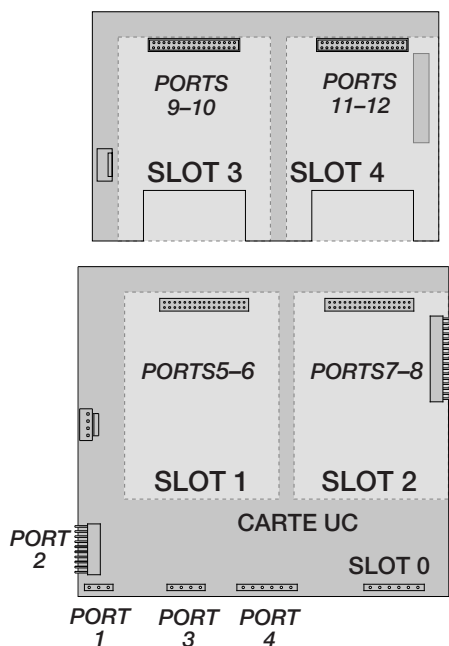

Figure 3-15. Affectation des ports série, Carte d'extension à 2 cartes
*Exemple :* Dans un système avec une carte d'extension à 2 cartes, les affectations de ports sont réservées comme indiqué dans la Figure 3-15. Si la seule carte série installée dans ce système se trouve dans le LOGEMENT 4 de la carte d'extension, le système est constitué des ports série 1-4 (sur la carte CU) et des ports 11-12.